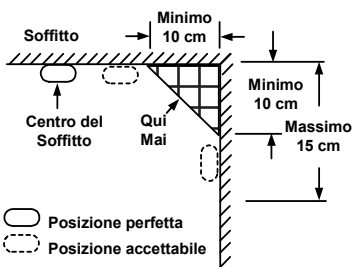
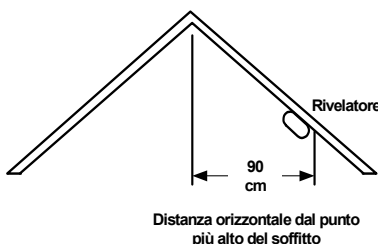

Figura 3: Posizioni perfetta e accettabile di installazione dei rivelatori di fumo e di calore.
Figura 4: Posizione consigliata di installazione dei rivelatori di fumo e di calore nei locali con soffitti particolarmente inclinati ($>20^\circ$).
- Installare i rivelatori quanto più possibile al centro del soffitto. Se non è possibile, installarli ad almeno 30 centimetri di distanza dalle pareti della stanza (*vedi Figura 3*).
- Installare i rivelatori sul soffitto. Se non è possibile, e la legislazione vigente consente l'installazione sulle pareti, installarli ad almeno 30-50 centimetri di distanza dal soffitto (*vedi Figura 3*).
- Se alcuni soffitti delle stanze sono inclinati o ad arco, provare a montare il rivelatore a circa 90 centimetri, misurati orizzontalmente dal punto più alto del soffitto (*vedi Figura 4*).
- In spazi con aria viziata che spesso si trovano in cima a un soffitto a volta o negli angoli tra i soffitti e le pareti. L'aria viziata potrebbe impedire al fumo di arrivare al rivelatore (vedi Figura 3 e Figura 4 per le posizioni di installazione consigliate).